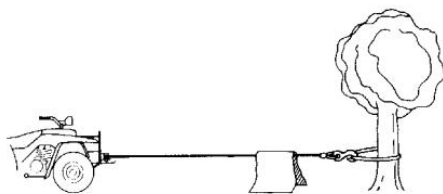

Figure 4
11. Beim Ziehen schwerer Lasten empfiehlt es sich, eine dicke Decke oder Jacke über das Drahtseil in der Nähe des Hakenendes zu legen (Abbildung 4). Sollte das Drahtseil reißen, wirkt das Tuch als Dämpfer und verhindert, dass das Seil peitscht.